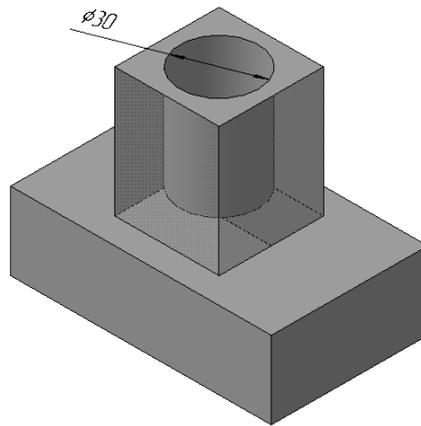

Рисунок 34.
4. Для создания цилиндрического отверстия на верхней грани призмы вычертим эскиз отверстия – окружность радиусом - **15** и вырежем отверстие выдавливанием на глубину - **40** (рисунок 34).